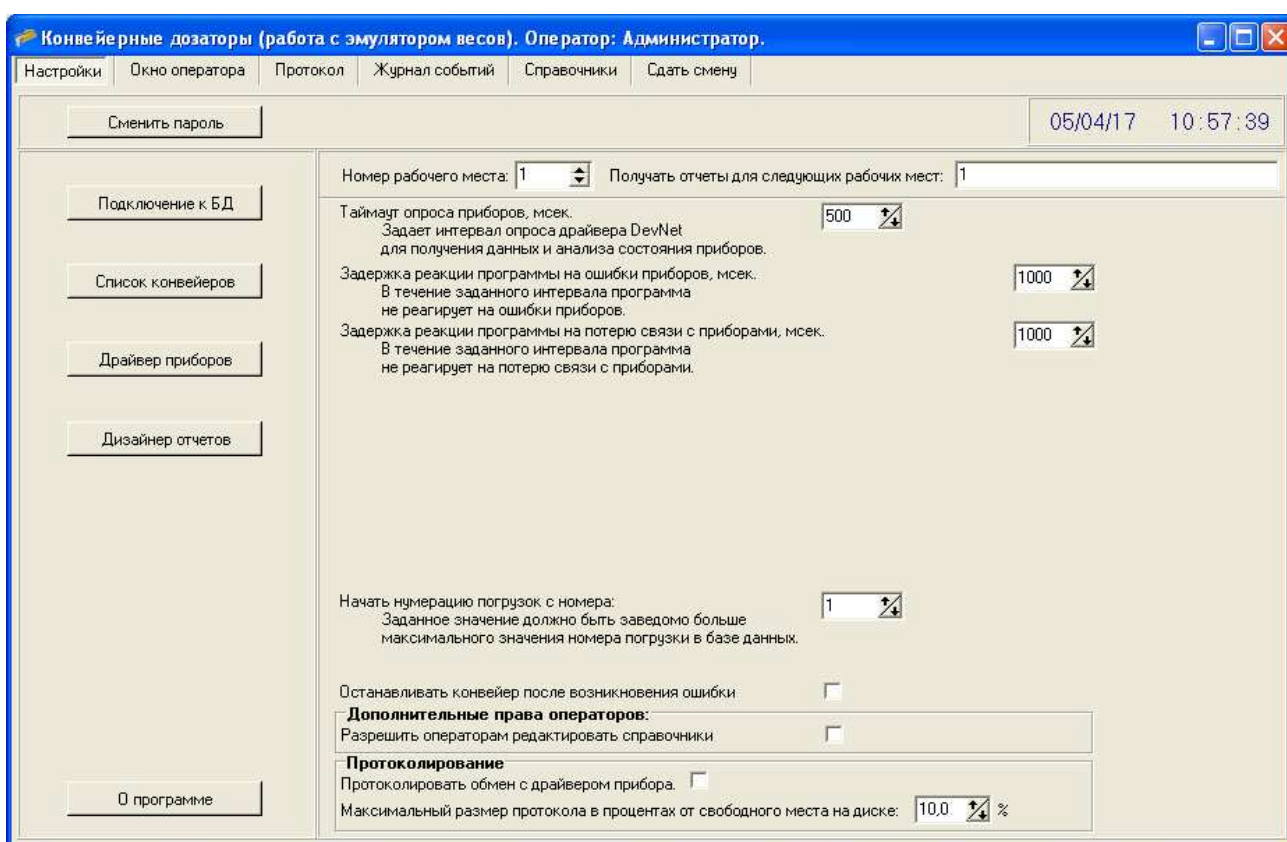
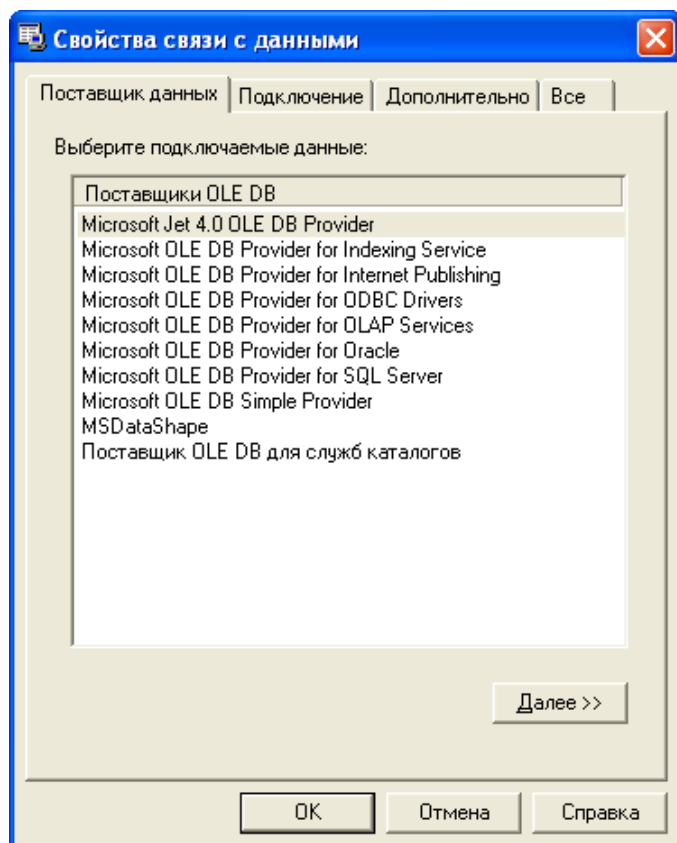
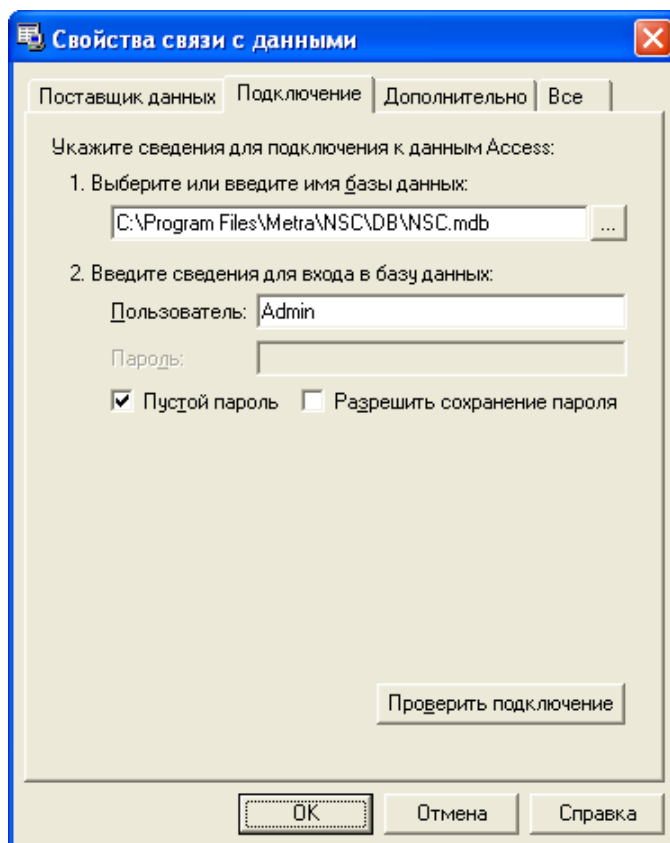
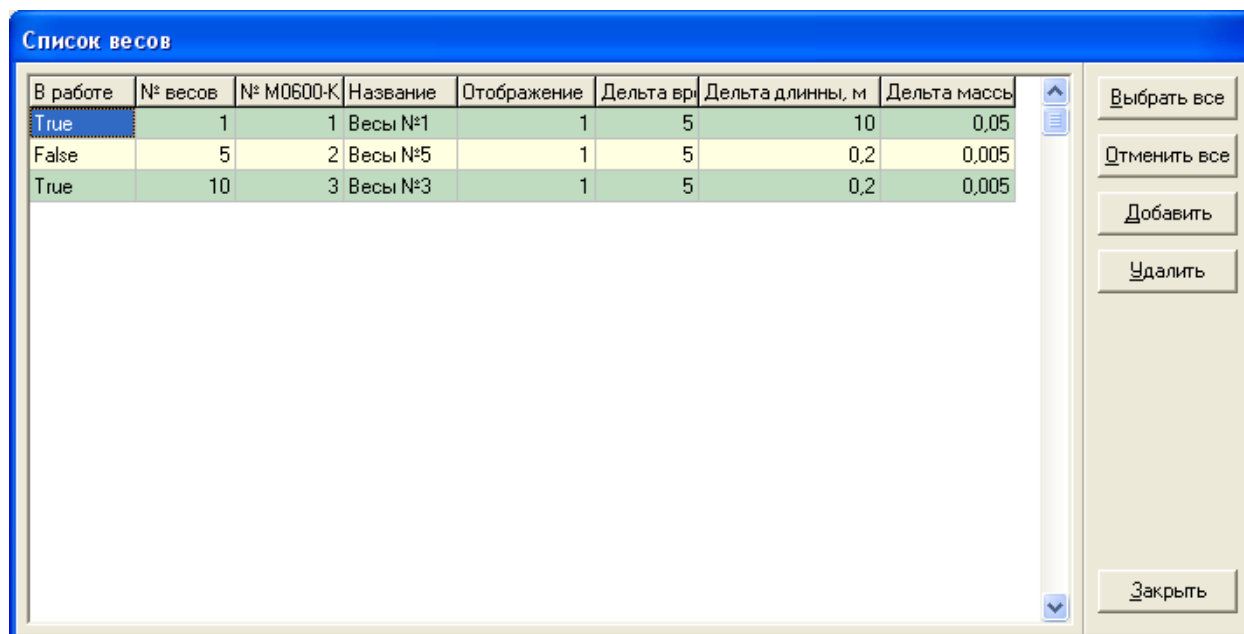

Рисунок 2
Рисунок 3
Рисунок 4
Рисунок 5
- 2) Для подключения к другой базе данных используйте диалог **Свойства связи с данными** (рис. 3), вызываемый через **Настройки** и **Подключение к БД** (рис. 2). На вкладке **Поставщик данных** (рис. 4) выберите необходимого поставщика OLE DB, содержащего таблицы БД программы.
- 3) Нажмите кнопку «Список весов» (см. рис. 2). На экране появится окно **Список весов** (рис. 5). Окно **Список весов** появляется автоматически при запуске программы под администратором.
Нажмите кнопку **Добавить** (см. рис. 5) для добавления новых весов в список. Двойной клик по весам «включает»/ «исключает» их из работы.
Программа может протоколировать свою работу. Получаемые протоколы могут помочь разработчикам выяснить причину некорректной работы программы и/или прибора. По умолчанию протоколирование выключено. Для того чтобы включить протоколирование надо в окне настроек (см. Рисунок 2) в группе параметров «Протоколирование» задать следующие параметры:
Внешний вид главного окна программы показан на рис. 2. Окно содержит различные элементы управления, назначение которых описано в таблице 2.
- 2) В поле со списком **Фамилия И.О. оператора** выберите строку **Администратор**, а в поле **Пароль** введите строку **метра** и нажмите кнопку **Вход**. На экране появится главное окно программы **Конвейерные весы** (см. рис. 2).
- 6) Нажмите кнопку **Сдать смену** (см. рис. 2), и в ответ на запрос «Вы уверены, что хотите сдать смену?» нажмите кнопку **Да**.